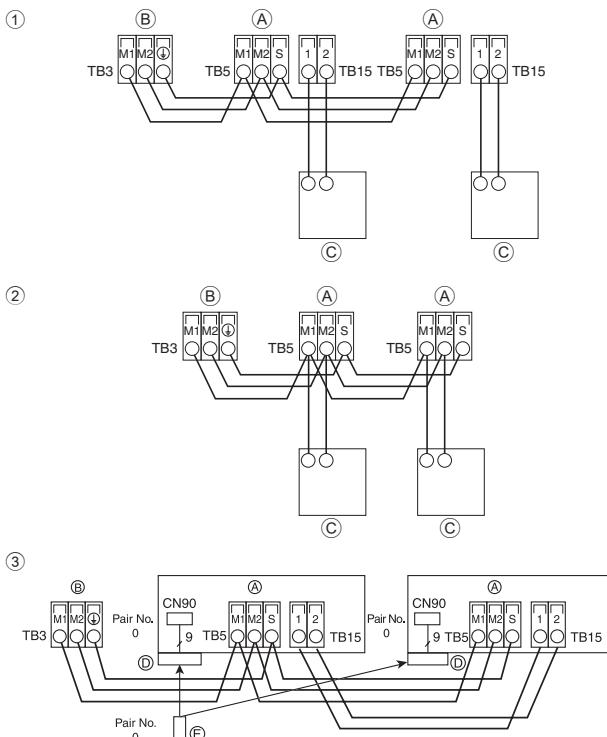

Fig. 6-3
6.4. De afstandsbediening en de transmissiekabels voor het binnen- en buitenapparaat aansluiten (Fig. 6-3)
- ① MA-afstandbediening**
- ② M-NET-afstandbediening**
- ③ Draadloze afstandsbediening** (Bij installatie van een draadloze signaalontvanger)